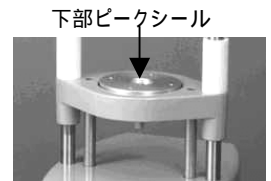

図1
- 2) カートリッジを下部ピークシール(図1)に合わせて装着します。
- 2) 新しいカートリッジを下部プレートのピークシール(図1)に合わせて装着します。装着後、ハンドルを現在位置のまま奥まで押し込んで下さい。